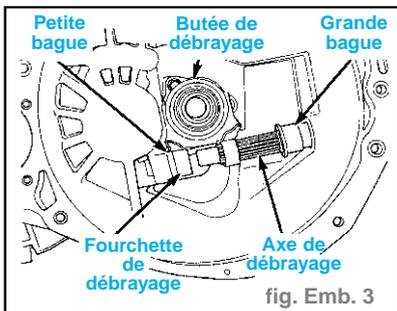

fig. Emb. 3
- Déposer l'axe de débrayage, puis faire coulisser l'ensemble de fourchette et butée hors du pivot de butée. (fig. Emb. 3)